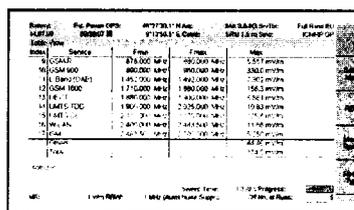

Рисунок 3
8.2.3 После успешного завершения самопроверки (около 5 секунд) контролировать на дисплее УИ-3006 вывод «окна измерений» (рисунок 3), в котором проконтролировать тип подключенных антенны и кабеля. Результат контроля зафиксировать в рабочем журнале.
- все результаты самопроверки «ОК» (при возникновении отказа в ходе самопроверки на дисплее появится соответствующее сообщение (“Error detected during initialization”), и процесс запуска будет автоматически остановлен, на дисплее также будет выведен код выявленного отказа), по ее завершению измеритель SRM-3006 переходит в режим измерений (рисунок 3);